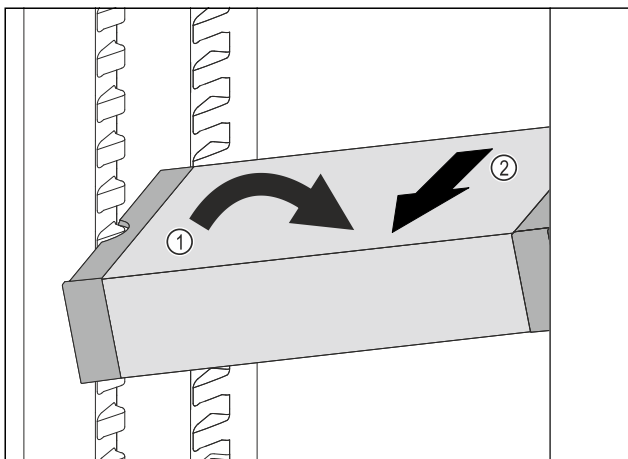

Fig. 97
- VarioSafe in het koelgedeelte schuin zetten. Fig. 97 (1)
- VarioSafe naar voren toe verwijderen. Fig. 97 (2)